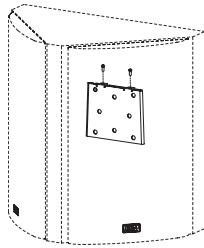

Figura 12
7) Para que el montaje sea más seguro, las dos partes del soporte pueden, opcionalmente, atornillarse entre sí. Utilice los dos tornillos para metales suministrados para unir las dos partes del soporte. (Vea la Figura 12)